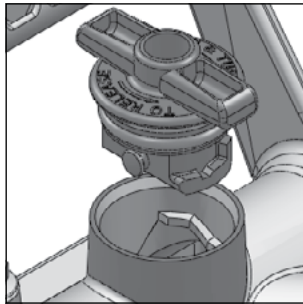

Figura 1.2
- Per inserire il tappo di adescamento, assicurarsi che le impugnature sul tappo siano allineate con l'albero motore o orientati verso il motore, come mostrato in **figura 1.2**.